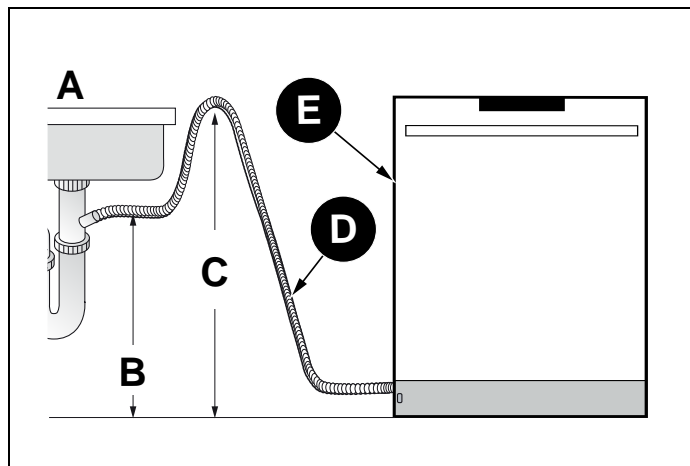

Fig. 20
- 5) Si no hay cámara de aire, asegúrese de suspender la parte central de la manguera de desagüe muy por encima de la base del armario del fregadero para evitar el refluo (consulte Fig. 20).